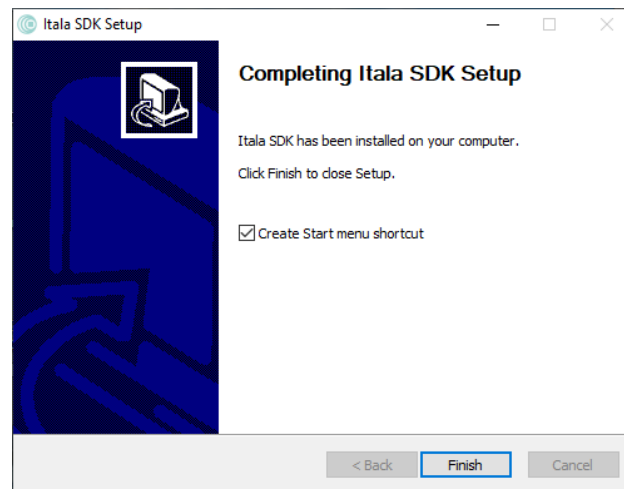

Figure 15: Itala SDK l'installazione è terminata con successo.
7. L'installazione di Itala SDK verrà eseguita automaticamente. La barra di avanzamento può essere monitorata per controllare lo stato dell'installazione. Al termine dell'installazione, verrà visualizzata una finestra di conferma (Fig. 15).